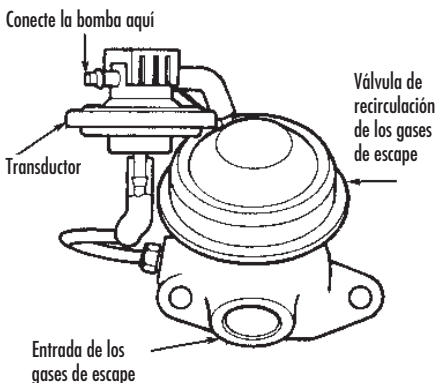

FIGURA 12: PRUEBA CON LA BOMBA EL SUMINISTRO DE VACÍO PARA LA VÁLVULA TRANSDUCTORA DE CONTRAPRESIÓN
1) Quite el filtro de aire y tapone la conexión del múltiple de admisión. Haga funcionar el motor al ralentí hasta que alcance la temperatura normal de operación. Coloque el seguidor de la leva de ralentí alto en el segundo escalón de la leva de ralentí alto (para obtener unas 1500 rpm). A continuación observe las rpm del motor con un tacómetro y utilice la bomba para probar el suministro de vacío en la fuente del múltiple (FIGURA 12). Observe esta lectura.